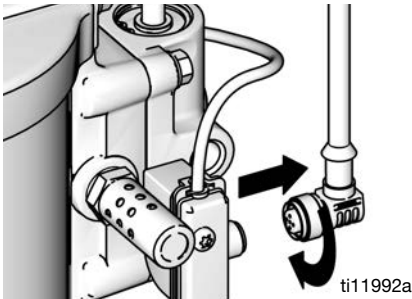

図 9. DataTrak の接続を外す
1. リードスイッチアセンブリの背面からケーブルのネジを外します。図 9 を参照ください。